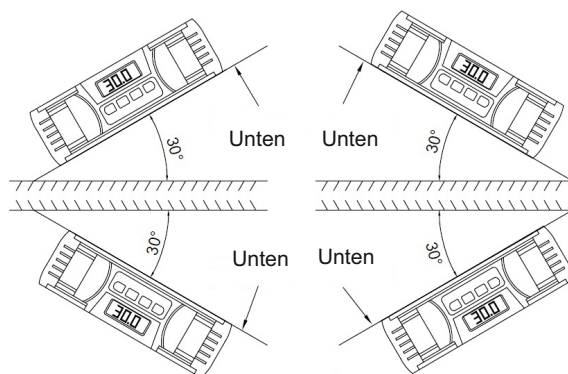

Abb. 6
- » Wenn Sie das Gerät auf den Kopf stellen, wird das Display automatisch umgedreht (Abb. 6).